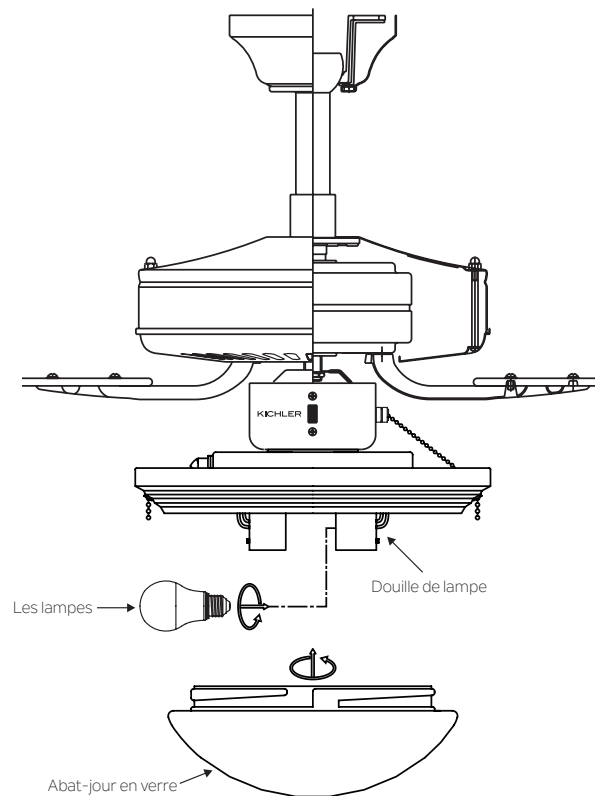

Fig. 3
1. Installez les deux lampes LED E26 de 9 watts (fournies), une dans chaque douille de luminaire. (Fig.3)
2. Fixez l'abat-jour en verre au luminaire en tournant l'abat-jour en verre dans le sens des aiguilles d'une montre. **NE PAS TROP SERRER.** (Fig.3)